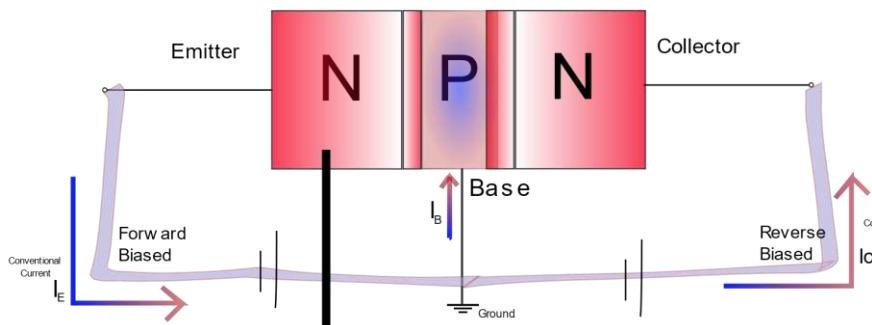

Abbildung 16: npn-Bipolartransistor im Normalbetrieb
ein Bauteil mit sehr speziellen Eigenschaften. Eine solche Bauweise mit zwei kombinierten Dioden wird allgemein als Bipolartransistor „Bipolar Junction Transistor“ (BJT) bezeichnet. Aufgrund des Doppelübergangs ist es möglich einen BJT auf zwei Arten zu bilden: einmal mit zwei N-dotierten Elementen (**NPN**) und einmal mit zwei P-dotierten Elementen (**PNP**). Die **normale Transistorwirkung** (grundlegender Stromfluss) tritt auf, wenn einer dieser Übergänge in Durchlassrichtung und der andere in Sperrrichtung vorgespannt ist (Abbildung 16). Der mittlere Bereich, der sich zwischen zwei hochdotierten Bereichen befindet, wird als **Basis (B)** bezeichnet und von den anderen zwei Bereichen wird einer davon **Emitter (E)** und der andere **Kollektor (C)** genannt. Im Allgemeinen ist der Emitter ein Anschluss, bei dem der Übergang in Vorwärtsrichtung vorgespannt ist, und der Kollektor ist der Anschluss, bei dem wir einen in Sperrrichtung vorgespannten Übergang mit der Basis haben. Ein wichtiger Punkt, der hier beachtet werden muss, ist, dass die sandwichartig aufgebaute Basis nicht hochdotiert ist (deshalb ist in Abbildung 16 die Basis auch kleiner dargestellt als die anderen beiden Bereiche). Diese leicht dotierte Basis ist es, die den Transistor zu einem besonderen Bauelement macht. Genau wie beim Ventil können wir mit dieser Basis nun einen großen Kollektorstrom steuern.
Die Theorie hinter BJTs ist einfach, vor allem, wenn wir wissen, wie ein PN-Übergang (PN-Junction) funktioniert. In unserem Fall gehen wir von einem NPN-BJT-Transistor aus (Abbildung 16). Wenn wir den ersten NP-Emitter-Basis-Bereich in Durchlassrichtung anschließen, durchbrechen freie Elektronen aus N die Sperrsicht und fließen in Richtung des P-Bereichs. Da die Basis nur leicht dotiert ist, verbinden sich einige dieser Elektronen mit Löchern und schließen so den Stromkreis, während die restlichen Elektronen an Ort und Stelle verbleiben. Wenn wir dann eine weitere Stromversorgung an den Basiskollektor anschließen, sodass der Übergang in Sperrspannung gerät, setzen die verbleibenden Elektronen ihren Fluss dadurch von der Basis durch den Kollektor hindurch fort und fließen dann in Richtung dieser hohen Spannung.